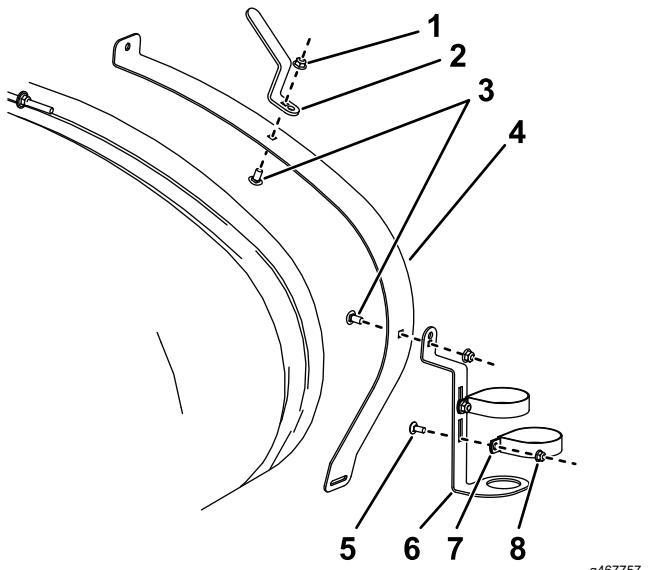
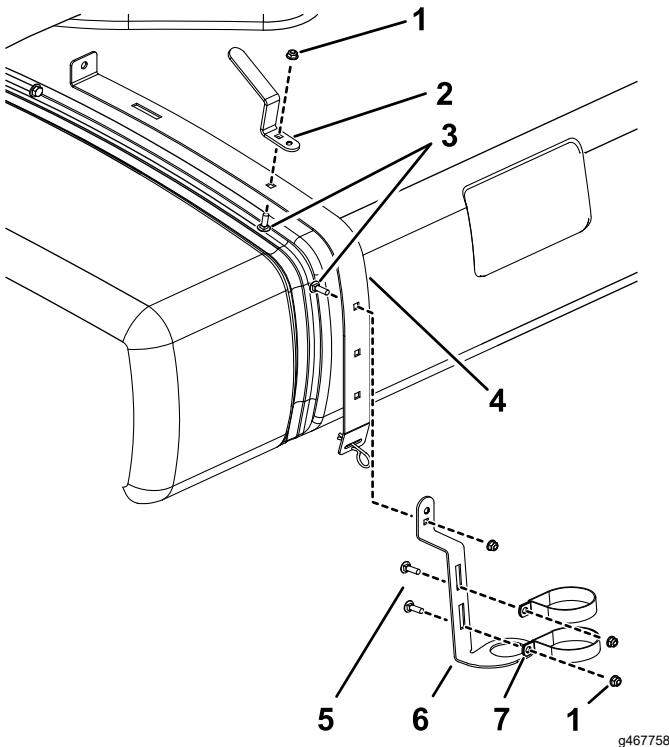

Figure 1
Figure 2
- Pour le Multi Pro WM, desserrez la sangle arrière droite (Figure 2).
- Pour le Multi Pro 1750 et le Multi Pro 5800, desserrez la sangle avant droite (Figure 1).
- Montez les colliers en R, le support du pistolet-pulvérisateur et le crochet du tuyau, comme montré à la Figure 1 ou la Figure 2, au moyen d'un boulon de carrosserie, d'une rondelle plate et d'un écrou à embase.